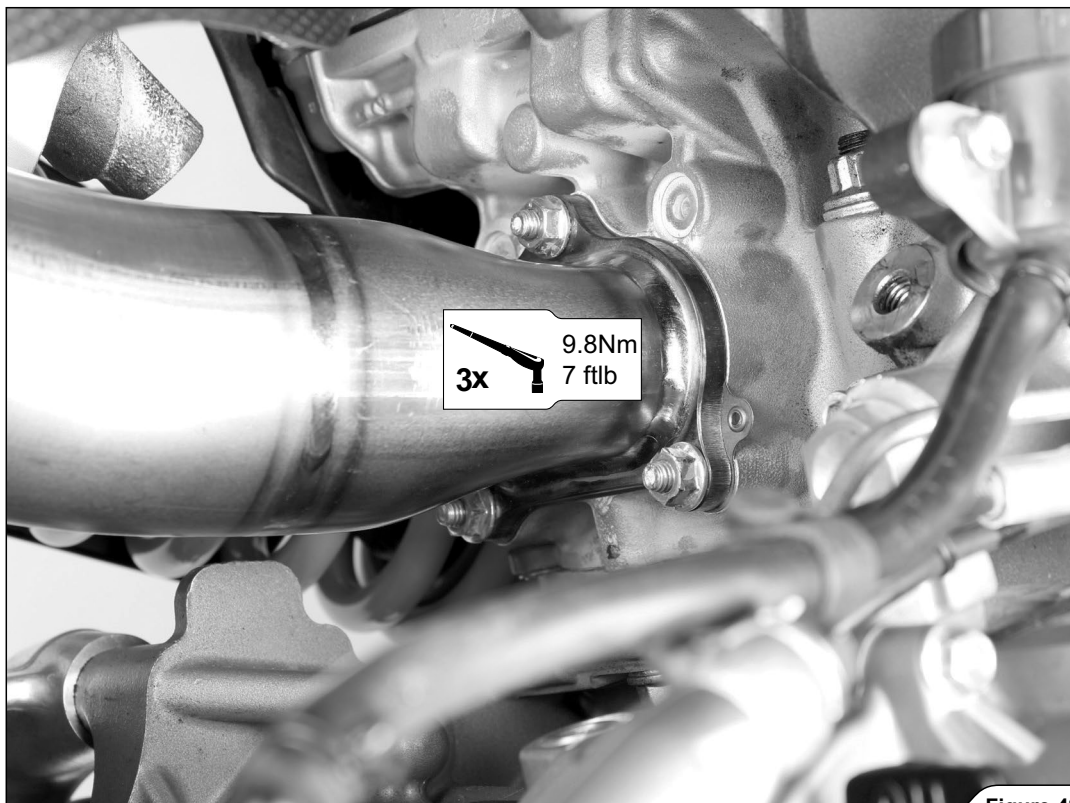

Figure 42
13. Serrer les deux collecteurs au couple prescrit (Figures 42, 43).
13. Beide Krümmern mit dem vorgeschriebenen Anzugsmoment (Figure 42, 43) anziehen.